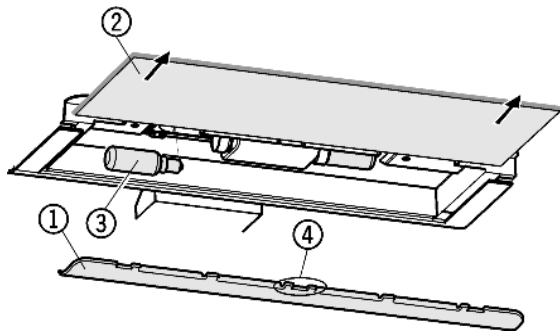

Fig. 18
- ▶ Снятие накладки Fig. 18 (1): сзади возьмитесь пальцем за накладку и снимите её с фиксатора.
- ▶ Извлеките стеклянную полку Fig. 18 (2).
- ▶ Лампу накаливания Fig. 18 (3) заменить.
- ▶ Установка накладки на место: защелкните справа и слева, следя за тем, чтобы средний крюк Fig. 18 (4) захватил стеклянную полку.